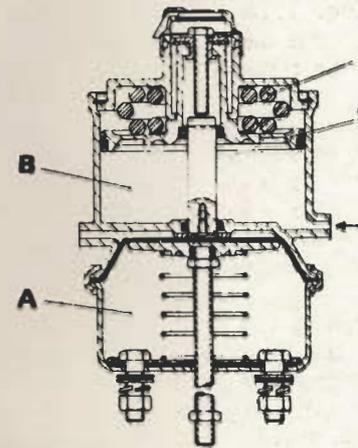

Fig. 11.8. - Destrenado para marcha normal
- **Destrenado para marcha normal** (fig. 11.8). — La presión en el cuerpo (B) comprime el muelle (1) por medio del pistón (2), con lo que las zapatas permanecen en reposo.